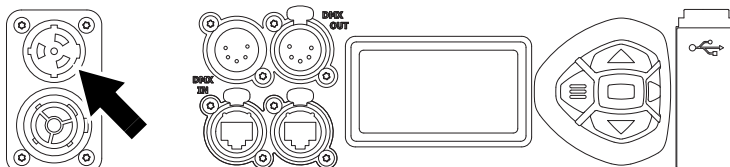
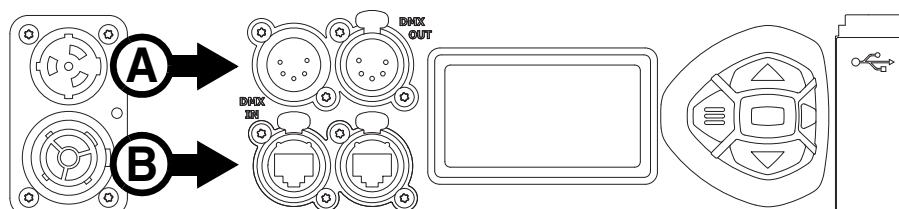

Figure 7: Embase d'alimentation secteur
Figure 8: Embases de télécommande
2. Voir Figure 7. Alignez les détrompeurs de la fiche TRUE1 avec l'embase MAINS IN (repérée ci-contre). Insérez la fiche dans l'embase et tournez-la d'un quart de tour pour la verrouiller. Si la fiche ne s'engage pas bien ou a du mal à tourner, retirez-la, vérifiez les détrompeurs et
Le MAC Allure™ Profile dispose d'embases XLR 5 broches à verrouillage pour les communications DMX et RDM (voir **A** en Figure 8). Le brochage par défaut est :
Le MAC Allure™ Profile dispose d'embases Neutrik etherCON (voir **B** en Figure 8) pour la réception de DMX et RDM par les protocoles Art-Net et sACN ainsi que le protocole vidéo Martin P3 (voir Figure 7 en page 14). Chaque embase peut être utilisée comme entrée ou recopie indifféremment.